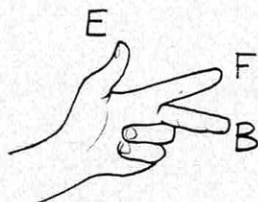

Fig. 16 — La règle des trois doigts
5) **LES FORCES DE LORENTZ.** Prenez un stylo et inscrivez sur le pouce, l'index et le majeur de votre main gauche, respectivement, les lettres E, F, B, comme il est indiqué sur la figure 16. Placez